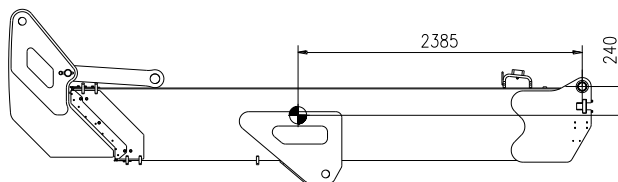

Figura 5-9 Diagrama de posição do centro de gravidade do braço 2
- g) Use o equipamento de elevação para colocar o braço 2 até ao nível, remova o pino de parada 26 e o pino 27 nas conexões entre o braço 2 e a plataforma rotatória, eleve o braço 2 (com peso de cerca de 2000kg) fora da plataforma rotatória, com dois pontos de elevação a serem localizados simetricamente em cada lado do centro de gravidade do braço 2, conforme mostrado na Figura 5-9;